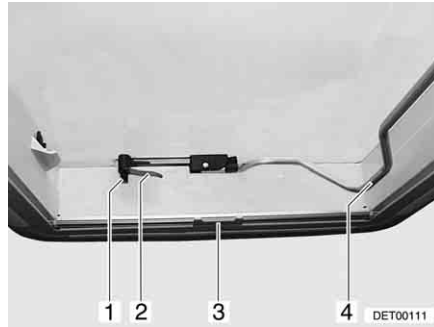
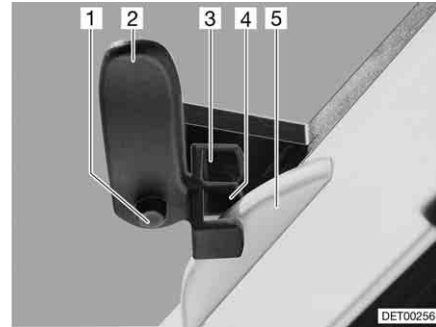

Fig. 61 Oblò Heki, chiuso
Fig. 62 Oblò Heki in posizione di ricircolo d'aria 1
- Premere il bottone di sicurezza (Fig. 61,1) e ruotare di un quarto di giro verso l'interno la leva di serraggio (Fig. 61,2).
- Tirare la staffa (Fig. 61,4) verso il basso per sbloccarla dall'arresto.
- Ruotare la leva di serraggio (Fig. 61,2 e Fig. 62,2) di un quarto di giro. Il nasello del serraggio del tetto (Fig. 62,5) deve innestarsi nella forchetta di serraggio superiore (Fig. 62,3).
- Premere il bottone di sicurezza (Fig. 62,1) e girare all'indietro la leva di serraggio (Fig. 62,2). Il nasello del serraggio del tetto (Fig. 62,5) deve innestarsi nella forchetta di serraggio inferiore (Fig. 62,4).